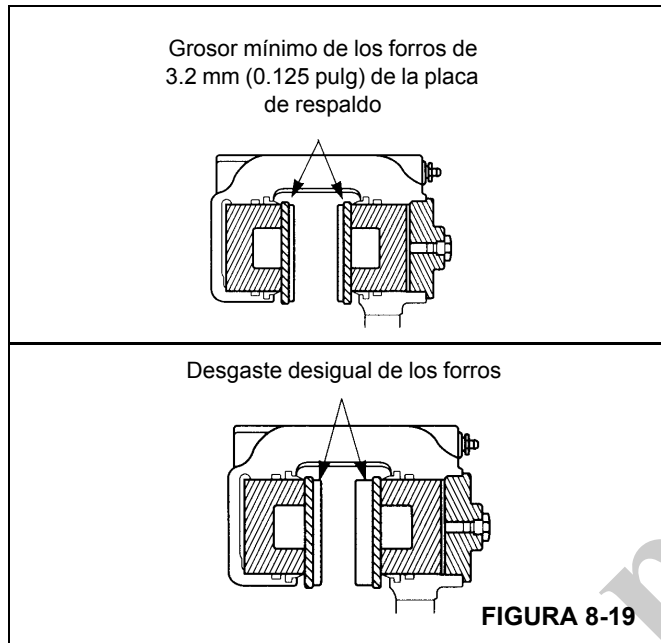

FIGURA 8-19
- Desgaste de forros. Reemplace los forros cuando su grosor mida menos de 0.125 pulg (3.2 mm) medido desde la placa de respaldo Figura 8-19.
- Desgaste no uniforme de forros. Reemplace los forros si el grosor de los dos forros es significativamente desigual. Verifique que los émbolos funcionen correctamente. Reemplace el émbolo y/o la caja si uno de los émbolos se desvía dentro de su cavidad. Compruebe que la superficie del disco esté plana y paralela respecto a los forros Figura 8-19.